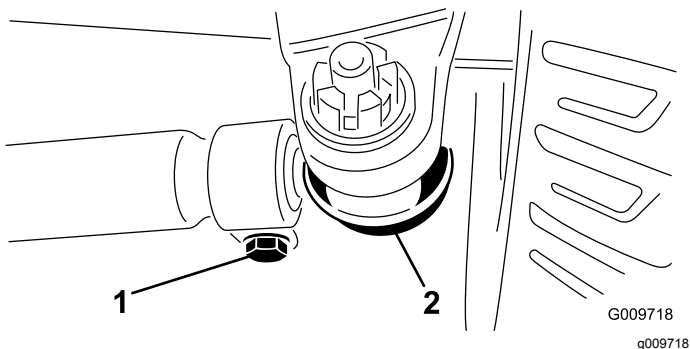

Figure 49
2. Pour le régler, retirez la goupille fendue et l'écrou de l'une des rotules de biellette (Figure 49). Déposez la rotule de biellette du support du corps d'essieu.
3. Desserrez les fixations aux deux extrémités des biellettes (Figure 49).